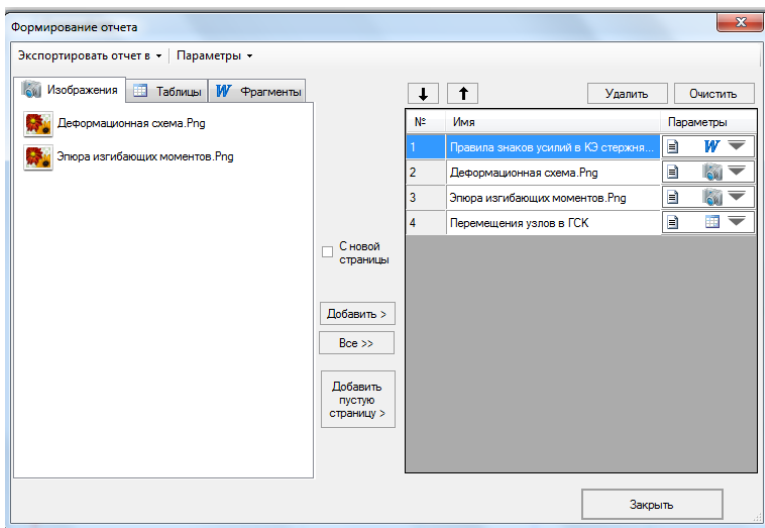

Рис. 21. Меню Формирование отчета
4.1.7. Оформление отчета. Пункт меню **Результаты** ► **Сформировать отчет** (кнопка  на панели инструментов) (рис. 21).